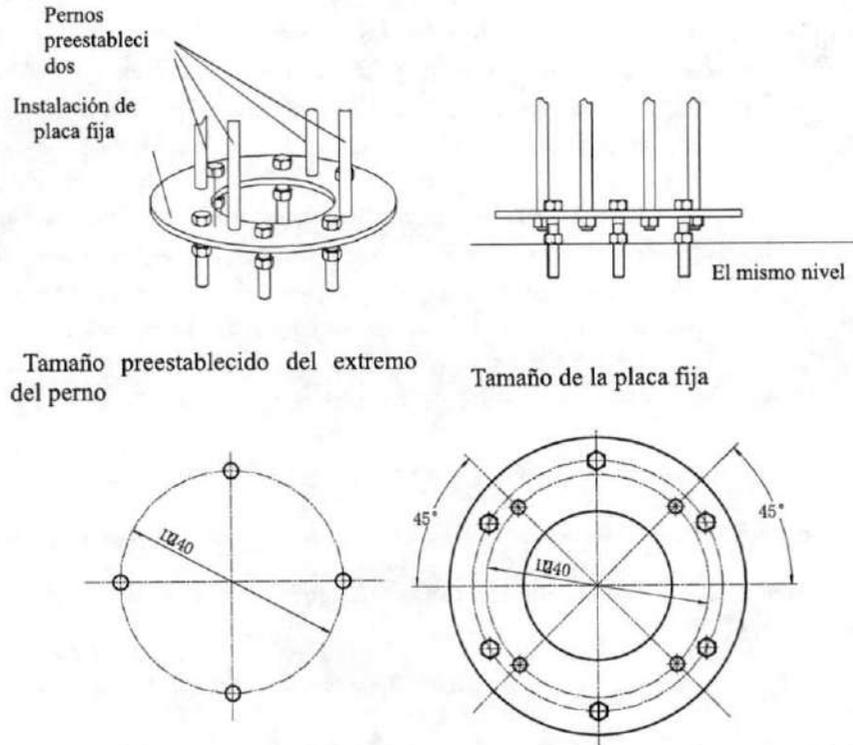

Figura 4-2 Serie OL96 Diagrama de instalación de la placa de fijación de la lámpara quirúrgica LED sin sombra
- La placa de montaje asignada HEYER primero debe instalarse firmemente. (Figura 4-2)